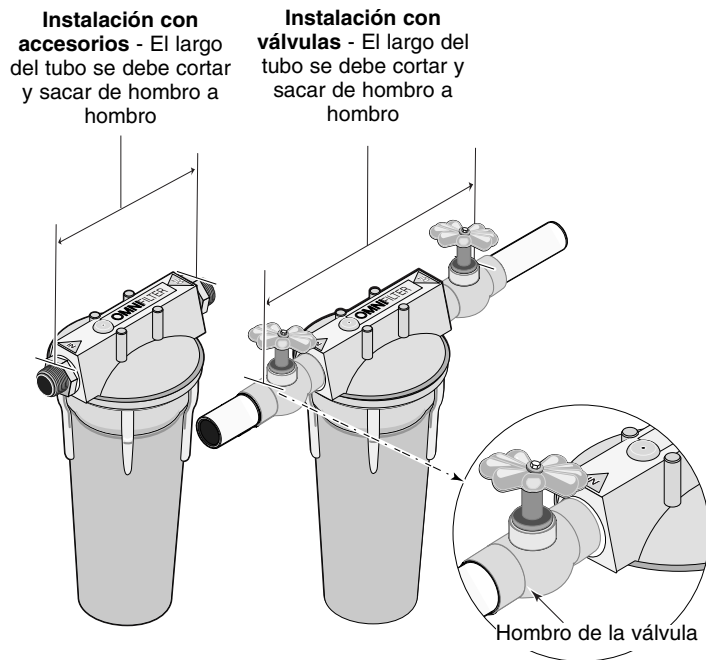

Figura 3
4. Corte y saque el largo correcto de tubo. Use el cortador para tubos o la sierra de arco. Lime o lije los extremos del tubo para asegurarse de que estén lisos y uniformes. Consulte la Figura 3.